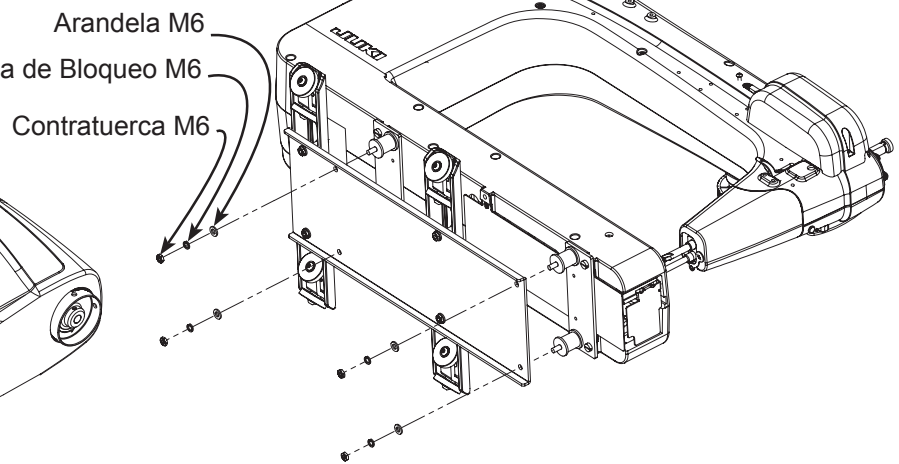

Fig. 5-4
5-4: Conecte la Placa Amortiguadora de la Máquina y Ruedas a Juki Quilt Virtuoso Pro insertando las varillas roscadas de Amortiguadores de Caucho en los agujeros en la Placa Amortiguadora como se muestra en la Fig. 5-4. Coloque (1) Arandelas M6, (1) Arandelas de Bloqueo M6 y (1) Contratuercas M6 sobre cada varilla roscada y apriete utilizando la Llave M10.